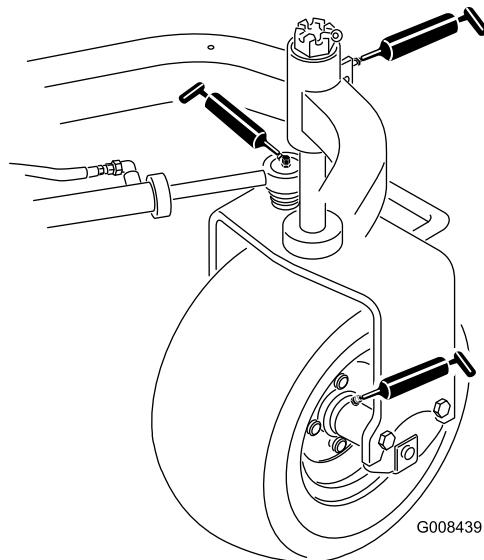

図 33
- ・ 後ホイールハブ (1ヶ所； 図 33)
- ・ キャスターべアリング (1ヶ所； 図 33)
- ・ ステアリングシリンダ (2ヶ所； 図 33)